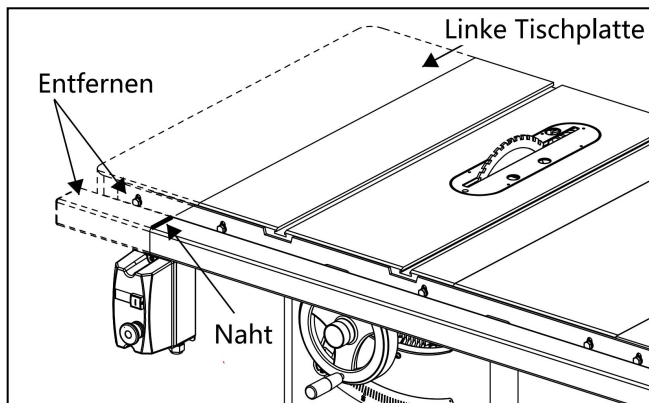

Abb.7
Methode 2: Finden Sie die Naht zwischen dem Tisch und dem linken Erweiterungstisch (oder dem linken Rand des Tisches, wenn der Flügel nicht installiert ist). Markieren Sie die vordere Schiene, die hintere Schiene und das Hauptrohr 6.35mm rechts von der Naht (oder dem Rand). Schneiden Sie die Enden der Schienen wie in Abbildung 7 ab (dies ist die einfachste und schnellste Option).
4. Wenn der Netzschalter Ihrer Säge wie in Abbildung 7 auf der linken Seite montiert ist, müssen Sie ihn möglicherweise an der Unterseite des Schiebetisches oder an einem anderen Ort neu montieren. Montagelöcher sind an der Unterseite des Schiebetisches reserviert, um den Installationsanforderungen der in diesem Handbuch aufgeführten Tischkreissägen gerecht zu werden.